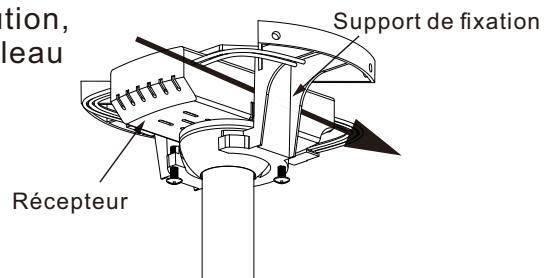

Figure 15
Étape 1 : (Fig. 15) Insérer le récepteur dans le support de fixation, face plane du récepteur orientée vers le plafond.